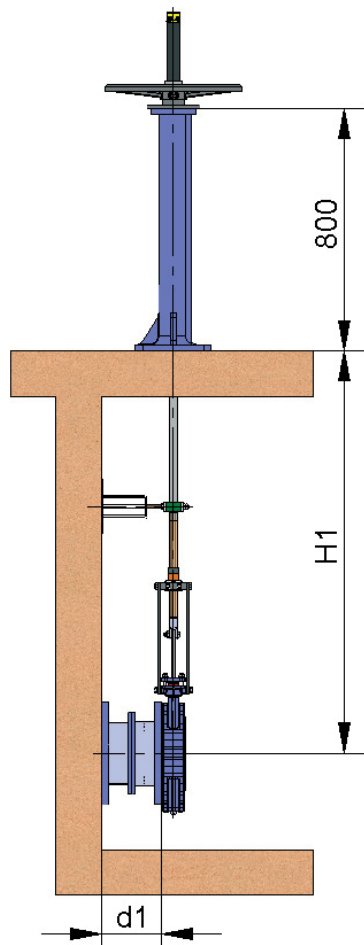

Fig. 9
- La columna de maniobra standard es de 800 mm. de altura. (Fig.9)